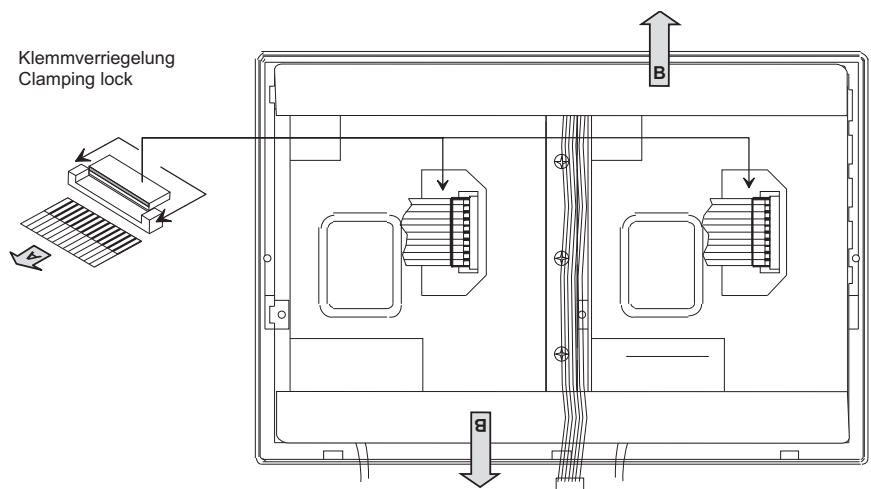

Bild 4-27: Lösen der Flachbandkabel und der Abdeckstreifen am Display
9. Lösen Sie die Steckverbindungen der flexiblen Flachbandkabel am Display (Bild 4-27, A). Entfernen Sie die Flachbandkabel. Achten Sie darauf, die Flachbandkabel nicht durch Verkanten zu beschädigen!
10. Lösen Sie vorsichtig die beiden schwarzen Abdeckstreifen von den Displays (Bild 4-27, B).